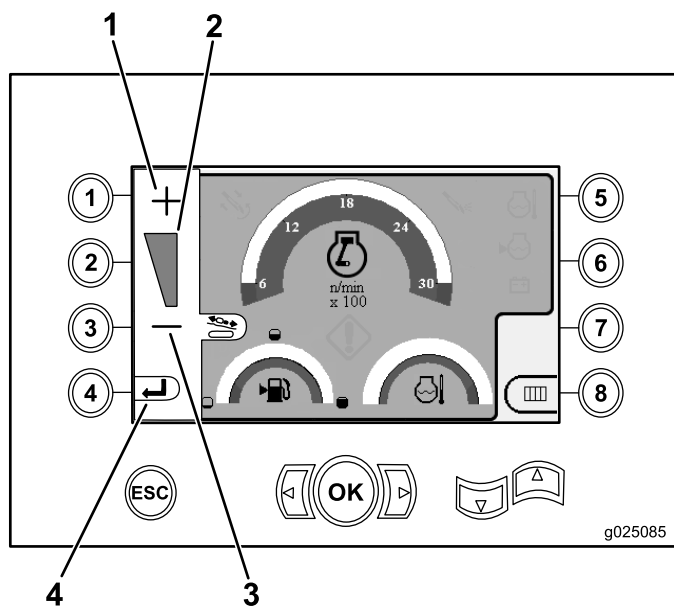

Рисунок 19
1. Нажмите кнопку 1, чтобы увеличить осевое усилие, развиваемое машиной, или кнопку 3, чтобы уменьшить его (Рисунок 19).
2. После настройки выходного крутящего момента нажмите кнопку 4 (Рисунок 19) и вы вернетесь на Главная страница управления \(страница 30\).